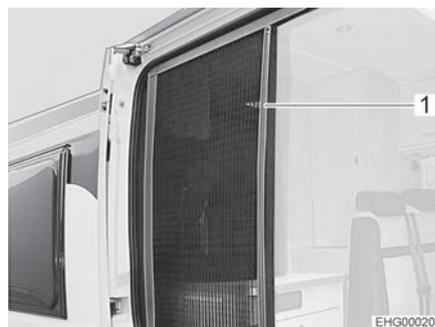

Fig. 10 Protezione contro gli insetti
- Estrarre completamente la protezione contro gli insetti dal listello (Fig. 10,1).
- Spingere indietro sul listello (Fig. 10,1) la protezione contro gli insetti fino a portarla nella posizione iniziale.